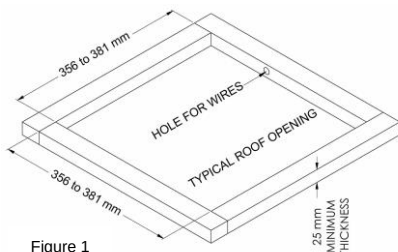

Figure 1
3. Examinez l'ouverture du toit. Si l'ouverture est plus petite que 35,56 cm x 35,56 cm (14 po x 14 po), vous devrez l'agrandir. Si l'ouverture est plus grande que 38 x 38 cm (15 x 15 po), vous devrez fabriquer un cadre de montage sur place pour réduire la taille de l'ouverture (voir Figure 1).
B. Si vous n'employez pas une ouverture d'événement, vous devrez découper une nouvelle ouverture (voir Figure 1) dans le toit du véhicule. Une ouverture correspondante devra aussi être découpée dans le plafond à l'intérieur du véhicule. Découpez l'ouverture du plafond soigneusement. Si le plafond est recouvert de tapis, vous pourriez l'effiloche. Une fois les ouvertures dans le toit et le plafond découpées à la taille appropriée, vous devez installer un élément de soutien encadré entre le toit (extérieur) et le plafond (intérieur). L'élément de renforcement encadré doit respecter les lignes directrices suivantes :
La série 47000 d'Airxcel exige un écart minimum de 2,54 cm (1 po) entre le toit du véhicule et son plafond (intérieur). Un cadre de soutien type est illustré dans la Figure 1.